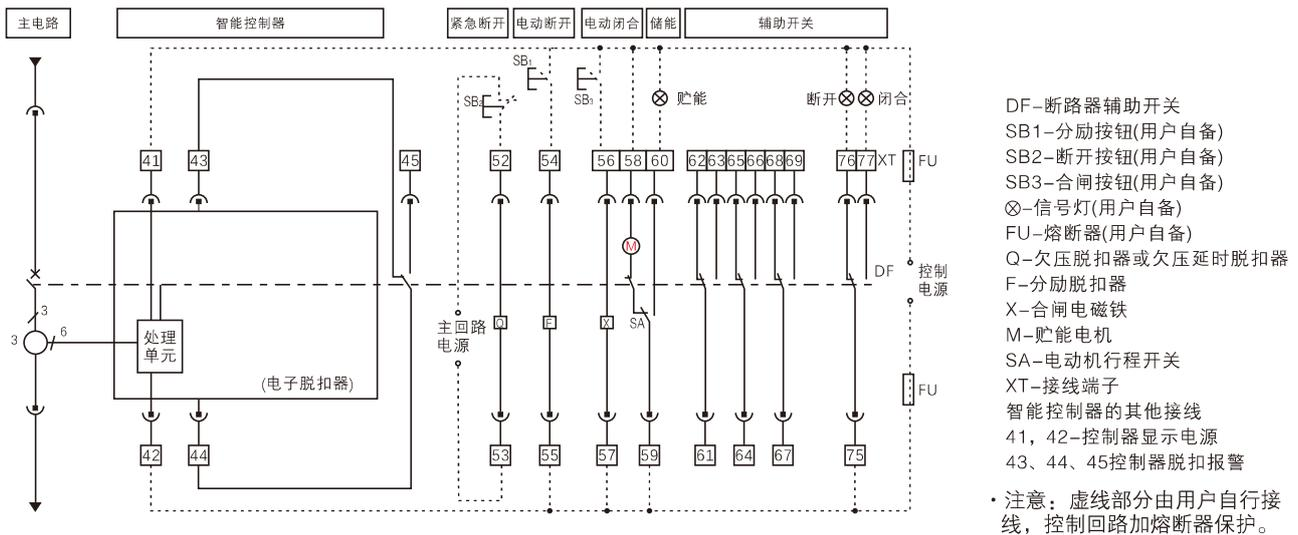

图13a CFW45-1000 L,M型智能型万能式断路器二次接线图
• CFW45-1000(200~1000A) 断路器L,M型二次回路接线图, 见图13a